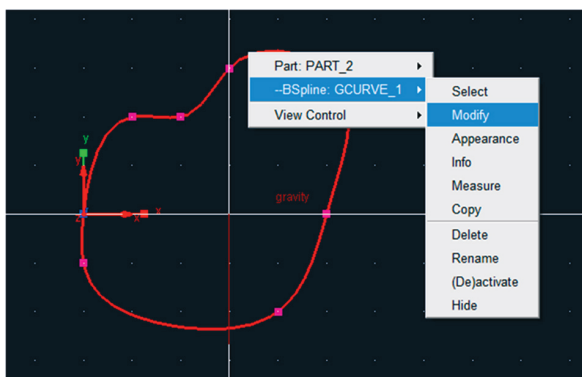

Figura 3.33 –
- Selecione a *Spline* construída, nesse caso, *BSpline: GCURVE\_1* → *modify*, conforme a Figura 3.33.